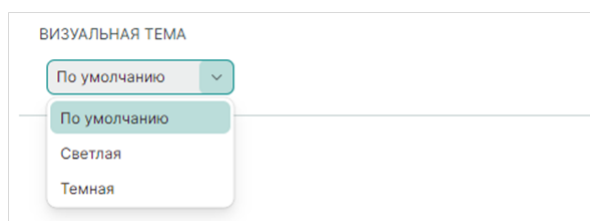

Рис. 67 Выбор визуальной темы
1. Выберите предпочтительное оформление из выпадающего списка в поле «Визуальная тема», см. Рис. 67;